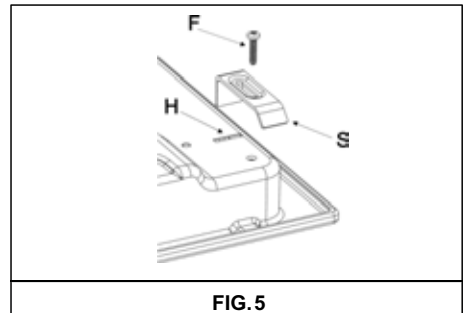

FIG.5
- "F" de fixação (vide a fig. 5).
- Bloqueie com a proteção "S", tendo cuidado para introduzir a parte sobresalente na ranhura "H" localizado na parte inferior e aperte o parafuso "F" até que a proteção "F" chegue ao topo. (fig. 5).